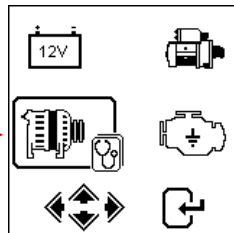

Fig.46
3. A partir du menu principal (Fig.46), sélectionner  en défilant vers la gauche sur la touché ►.
14. Sélectionner  pour quitter et retourner au menu principal (Fig.46).